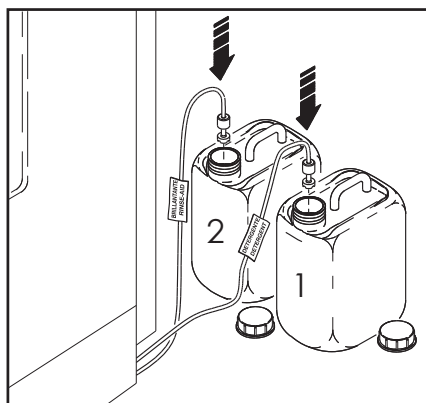

Fig. 22
- *nel caso la lavastoviglie fosse dotata degli automatismi di dosaggio del detersivo (1)/brillantante (2), controllare il livello brillantante e detersivo nel contenitore esterno, ed eventualmente sostituirlo (fig. 22)*